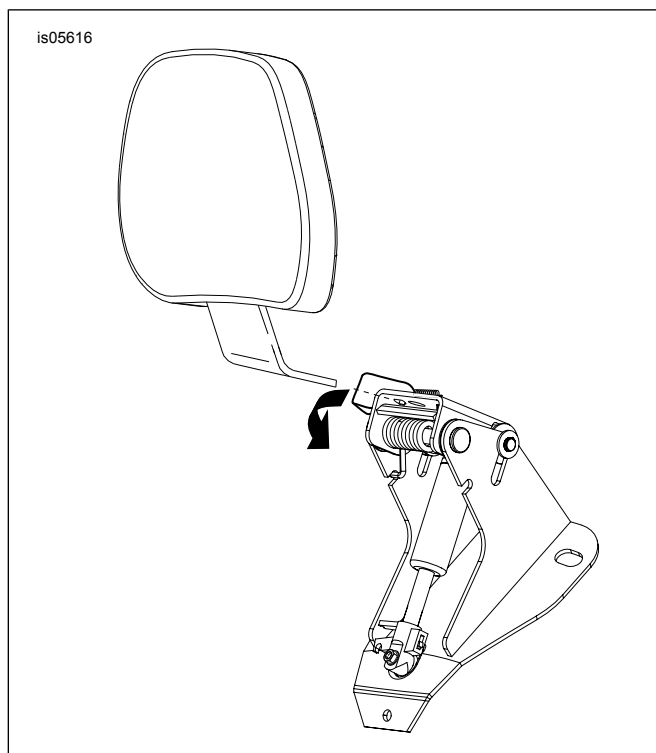

Figura 13. Instalación del respaldo
1. Vea Figura 13 . Presione la palanca en la pieza de soporte del respaldo como se muestra.